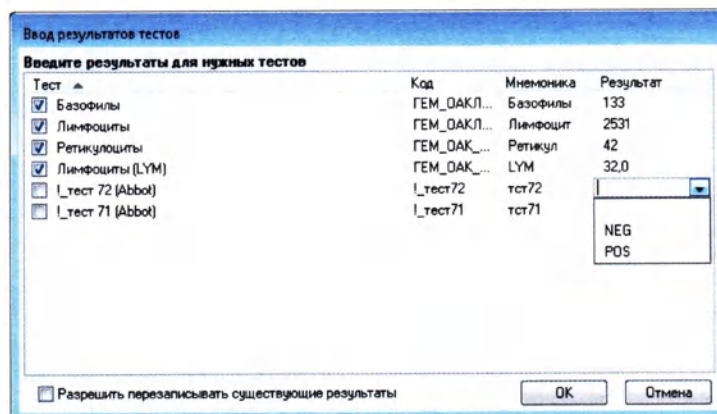

Рисунок 5.21
4. Введите результаты для работ (для количественных работ введите числовое значение, для качественных работ выберите значение из выпадающего списка) (Рисунок 5.21):